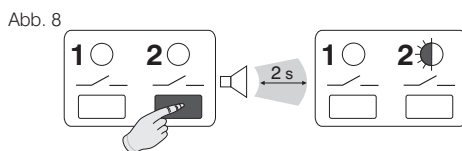

Abb. 8
- Den Vorgang für die anderen anzugleichenden Kanäle wiederholen (Abb. 8).